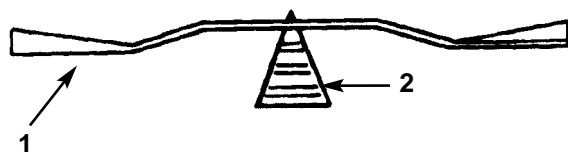

Fig. 37
2. Verificate il bilanciamento della lama appoggiandola su un supporto conico (Fig. 37). Se la lama rimane in posizione orizzontale, è bilanciata e può essere utilizzata; se non è bilanciata, limate del metallo dal retro. Ripetete fin quando la lama è bilanciata.